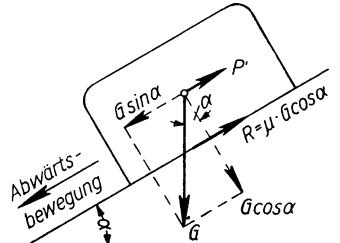

Bild 250
- b) Soll der Körper gleichförmig abwärts gleiten (Bild 250), so muß eine Kraft P' hemmend an ihm angreifen, um beschleunigte Abwärtbewegung zu verhindern. Der Reibungswiderstand $R = \mu G \cos \alpha$ wirkt dabei der Bewegung entgegen schräg nach oben.